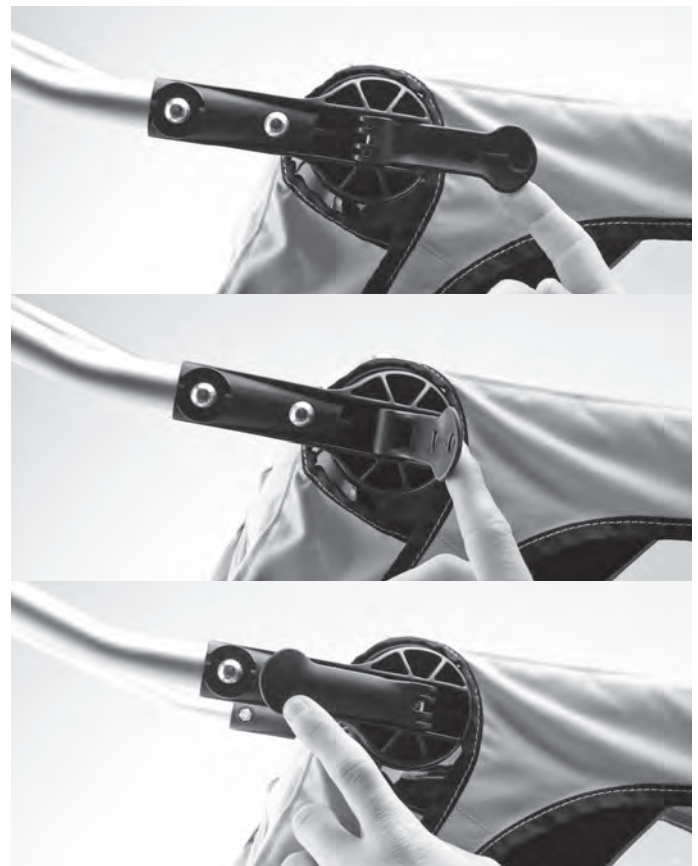

Abbildung 28
Beim Schließen des Schnellspanners muss der Widerstand ab einem Hebelwinkel von 90° kontinuierlich zunehmen (s. Abbildung 28).
6. Wiederholen Sie den Vorgang so oft, bis der Widerstand beim Schließen des Schnellspannhebels ab einem Winkel von 90° kontinuierlich zunimmt (s. Abbildung 28).